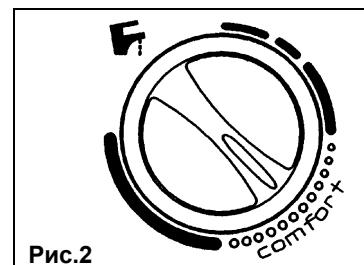

Рис.2
Газовый клапан оборудован электронной системой регулировки силы пламени, действующей в зависимости от положения регулятора температуры (6) и количества отбираемой из кранов воды. Эта электронная система позволяет поддерживать температуру выходящей из котла воды постоянной также и при малом количестве отбираемой воды. Для обеспечения энергосбережения и экономичного управления котлом мы советуем летом ставить регулятор температуры воды в положение "-comfort-" (см. рис.2). Зимой можно увеличить температуру горячей воды по потребности.